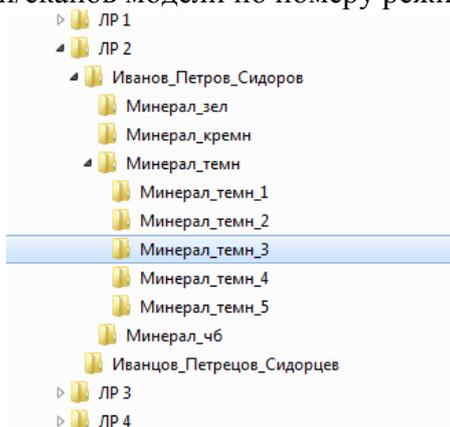

Рисунок 2.5
3. На внешнем носителе (флешке) создать структуру каталогов для сохранения данных сканирования – папки с номером лабораторной работы/фамилиями участников подгруппы/названия модели/сканов модели по номеру режима яркости (Рисунок 2.5).
5. Создайте новый проект для модели, например, «Минерал_темн_3» (Рисунок 2.5) в одноименной папке, которые создали на шаге 3. Это будет означать, что модель Минерал_темн сканируется в режиме яркости 3.